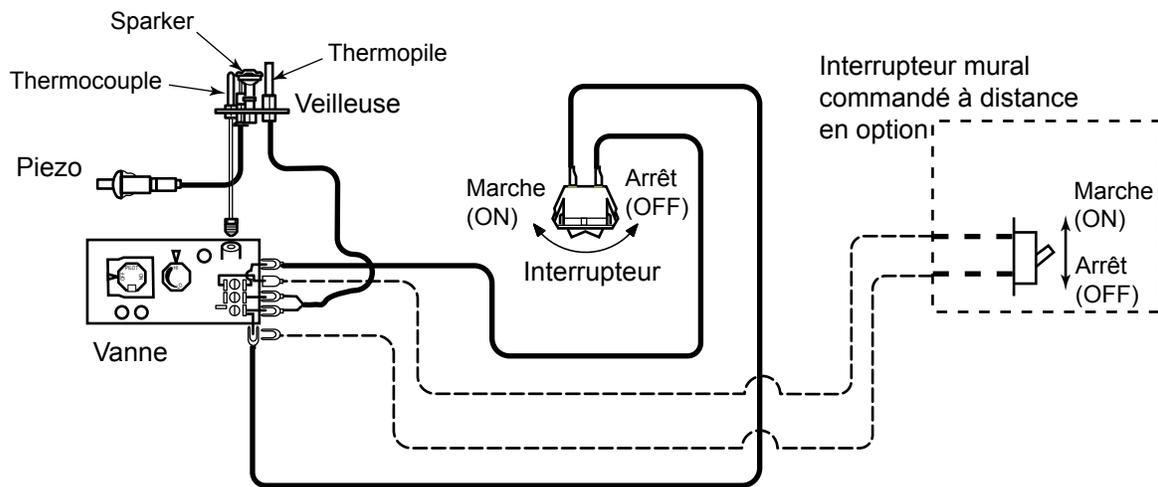

Figure 48 -
Un interrupteur mural commandé à distance et jusqu'à quinze (15) pieds de câblage de calibre 18 peuvent être utilisés avec cet appareil. Fixez l'interrupteur mural dans une boîte de jonction à l'emplacement désiré sur le mur. Figure 48. Ne pas placer au-delà de la longueur de câble fournie pour l'interrupteur mural.